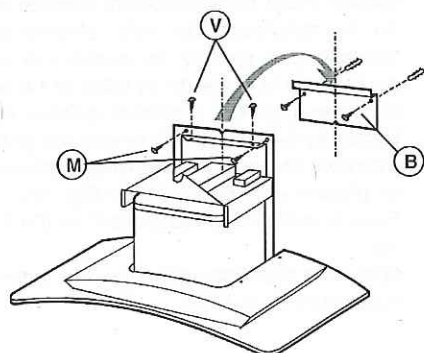

fig.8
Fixation murale de la hotte (fig. 8)
2. Fixez le support métallique (B) au mur à l'aide des vis et chevilles (fig. 8). Repérez les 2 petits triangles sur le support afin de le placer exactement le long de l'axe vertical de la hotte.
2. Repérez l'emplacement des 2 trous (M) à réaliser (fig. 8). Débranchez la hotte puis percez les trous Ø 8mm. Placez les chevilles dans les trous.
3. Accrochez la hotte; s'il faut régler la hotte en hauteur, agir sur les vis (V) de réglage (fig. 8).
4. Fixez la hotte définitivement à l'aide des 2 vis (M) – fig.8.